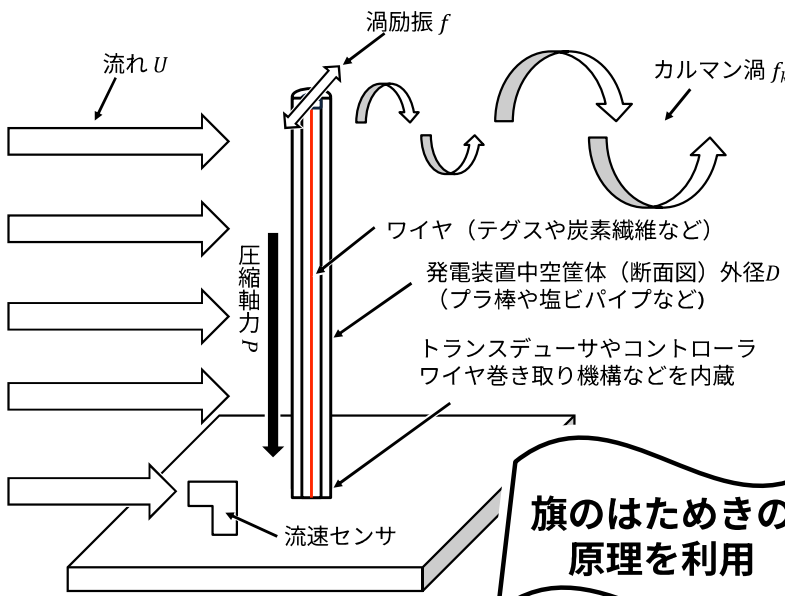

図1. 発電装置イメージ図
- ・ 中空筐体の内部にワイヤを張り軸力を生じさせる機構を設ける (図1)